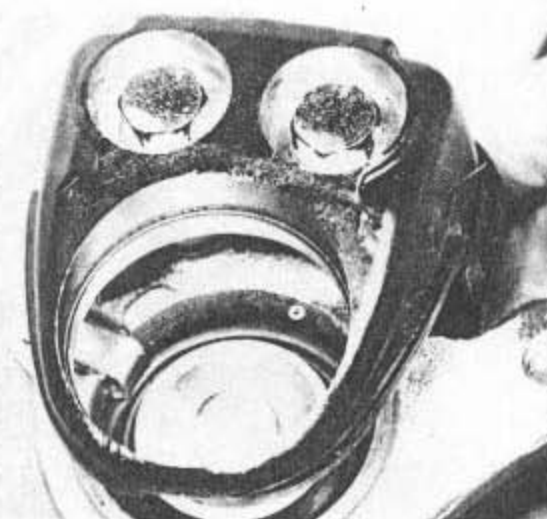

Bild 256
- Nun entferne man die beiden Schrauben, welche durch das Bremszangengehäuse laufen und trenne die Bremszange von ihrer Stützplatte (Bild 256). Mit Hilfe eines kleinen Schraubenziehers hebe man die Gummistaubkappe des Kolbens heraus. Vorsicht: die Zylinderbohrung darf auf keinen Fall zerkratzt werden! Zum Ausbau des Kol-